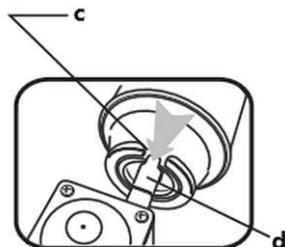

Fig. 7
1. Régler le régulateur rotatif (17) sur la position ARRÊT (16) et le levier de blocage de la cartouche (20) sur la position UNLOCK (14).
2. Ouvrir le couvercle de l'emplacement de la cartouche (6).
3. Placer la cartouche à gaz (7) dans l'emplacement pour la cartouche (8), le creux de la bride de la cartouche (c) orienté vers le haut, de manière à ce que l'extrémité de la vanne (d) du réchaud à gaz se place facilement dans le creux (c). (Fig. 7)